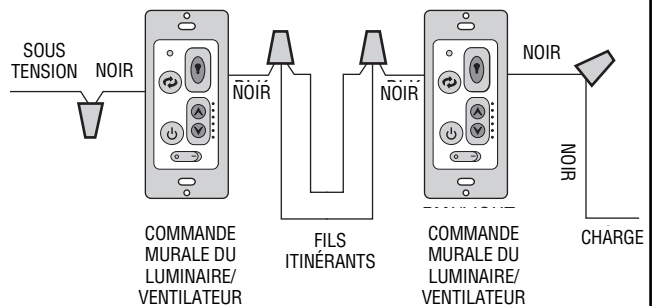

Figure 36
**REMARQUE :** Les installations avec double commande ayant été modifiées incluent probablement deux fils itinérants entre les deux boîtiers muraux. Dans les constructions neuves, seul un fil itinérant est nécessaire (Voir Figure 36).
La commande murale est fournie avec des caches d'interrupteurs de couleurs blanche, ivoire et amande. Choisissez la couleur qui est la plus appropriée en fonction de vos besoins et appuyez sur le cache pour le mettre en place sur la commande murale (Figure 36).